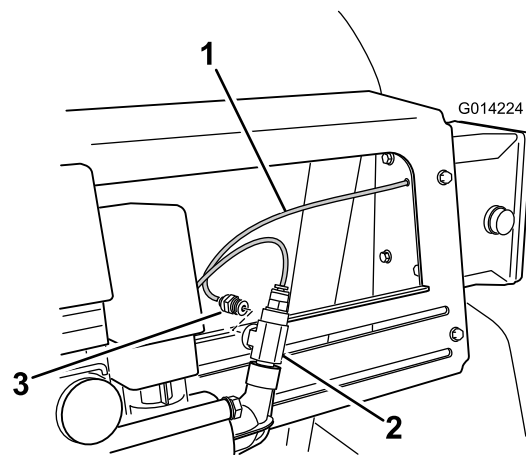

图7
3. 找到控制箱背面的红色压力表管，将它安装在三通接头（图7）的开口处。